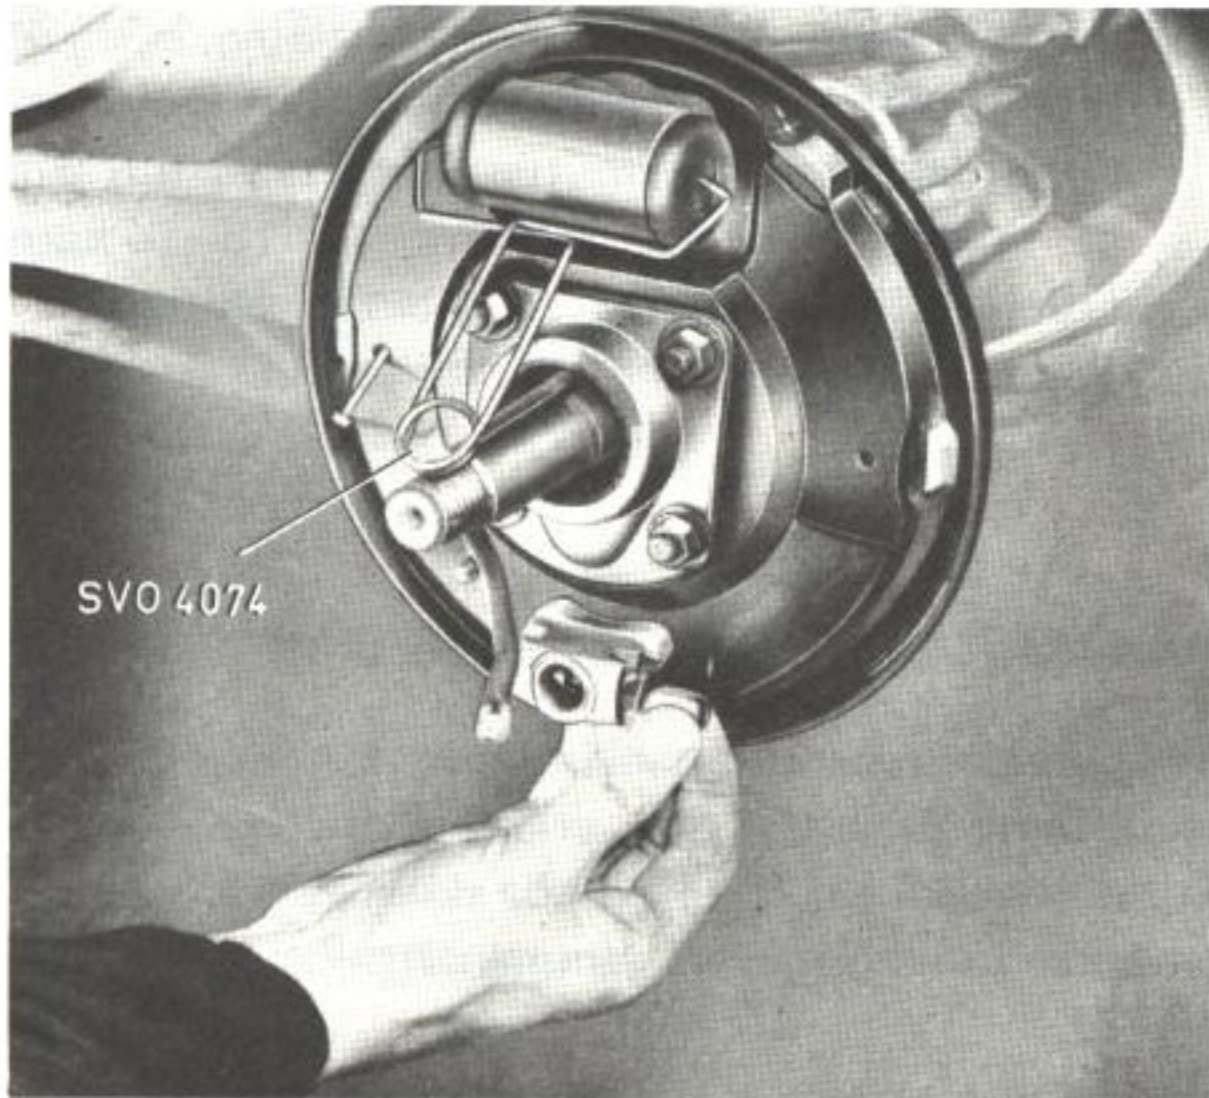

Bild 28. Demontering av justerkolv
5. Skruva in justerskruven något. Demontera juster kolvarna, se bild 28.